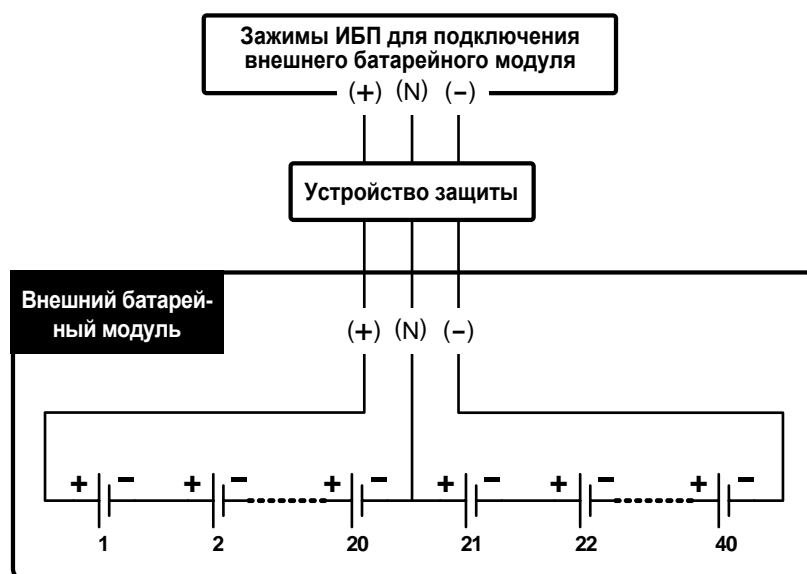

Рис. 6-17. Подключение внешнего батарейного модуля
- Внешний батарейный модуль по умолчанию имеет 40 аккумуляторов 12 В, включенных последовательно, причём нулевой провод модуля следует подключить между 20^m и 21^m аккумуляторами. При подключении внешнего батарейного модуля сторонних производителей следует подсоединить три кабеля к зажимам с маркировкой «+», «-» и «N» на ИБП. (см. **Рис. 6-17**).